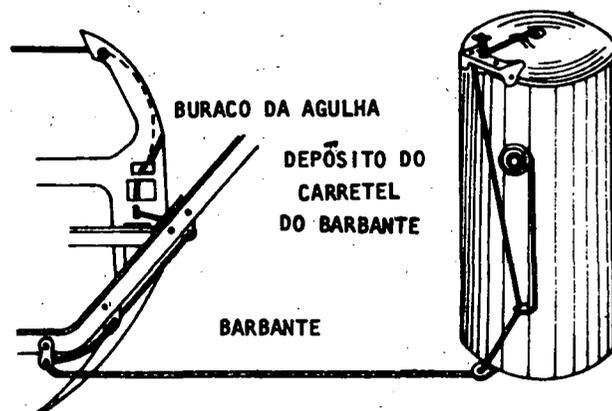

Fig. 1
**a** Coloque o barbante, seguindo a trajetória do depósito, até a agulha (cada lado em separado)(fig. 1).